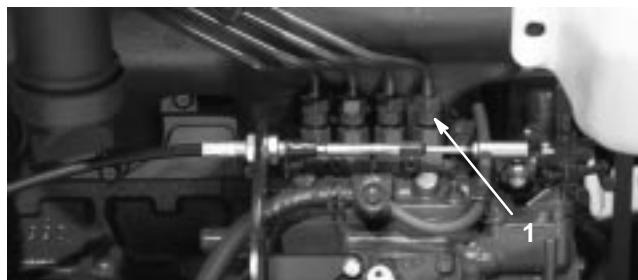

Figure 35
1. Desserrez le raccord entre l'injecteur N° 1 et le porte-injecteurs sur la pompe d'injection (Fig. 35).